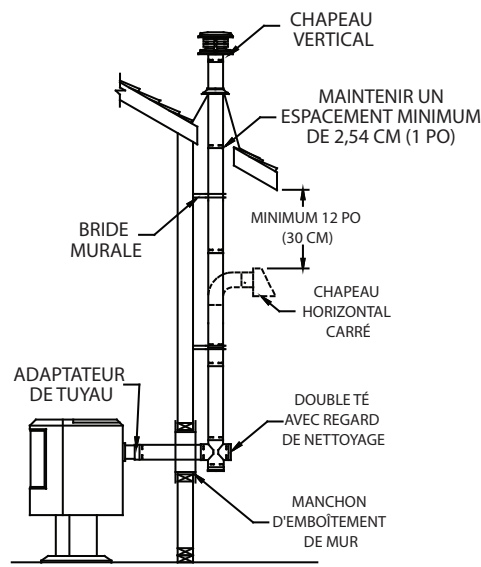

Figure 11
**4.** Si la sortie du conduit de fumée est à l'arrière du poêle et qu'une installation verticale extérieure ou verticale partielle est désirée (Figure 11):